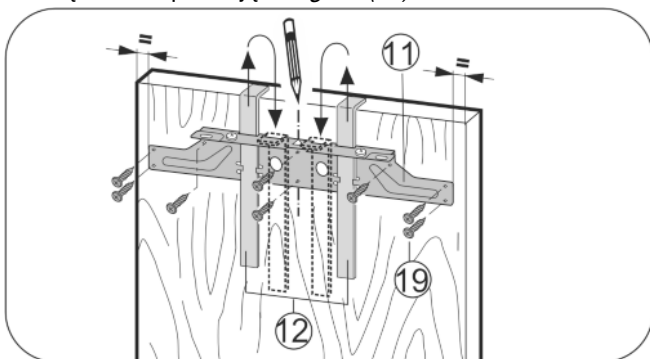

Fig. 26
- ▶ Zacześć poziomą listwę mocującą Fig. 26 (11) z pomocami montażowymi Fig. 26 (12) po wewnętrznej stronie drzwi meblowych.
▶ Szybę Fig. 26 (11) przelożyć na drzwiach.
- ▶ Poziomą listwę mocującą Fig. 26 (11) przykręcić co najmniej 6 śrubami Fig. 26 (19).
- ▶ Poziomą listwę mocującą Fig. 26 (11) przykręcić 4 śrubami Fig. 26 (19) na brzegu.
- ▶ Wyciągnąć pomoce montażowe Fig. 26 (12) do góry i wsunąć po obróceniu w znajdujące się obok otwory.